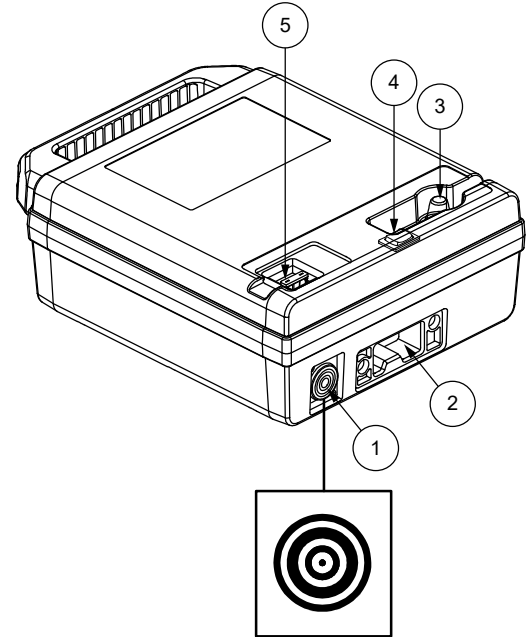

Figura 2. Paquete de baterías
**NOTA:** Cargue la batería de su scooter antes de usarlo por primera vez. Cargue completamente la batería de su scooter utilizando el cargador suministrado con el scooter. Primero conecte el cargador a su scooter y luego conecte el cargador a un tomacorriente. Ver figura 2.